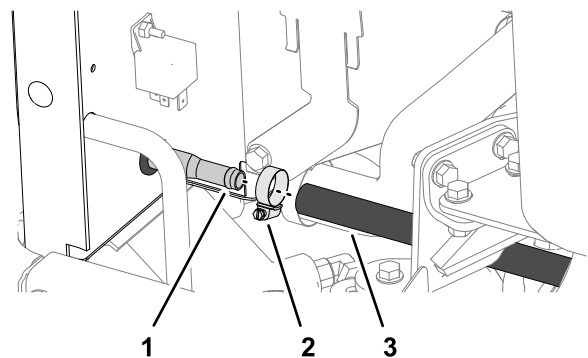

Figur 11
1. Afmonter stikket med 4 flade stikben fra maskinens ledningsnet fra gløderørrelæet (Figur 11).